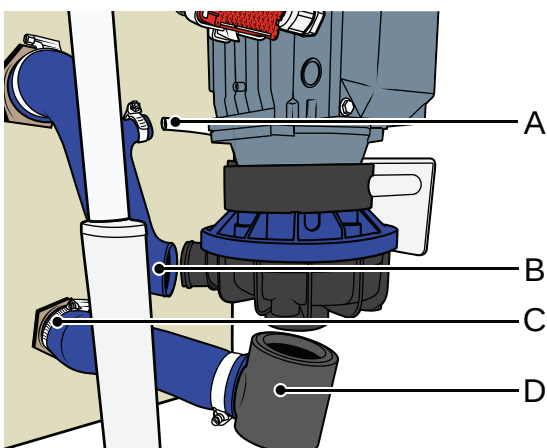

Figure 71
2. Voir Figure 71.
- Fixez le tuyau et repoussez le coude (D).
- Serrez le collier (C).
- Remplacez l'extrémité du flexible et serrez le collier (B).
- Raccordez le tuyau de désinfection blanc (A) et serrez le collier.